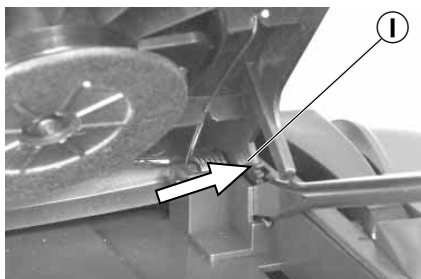
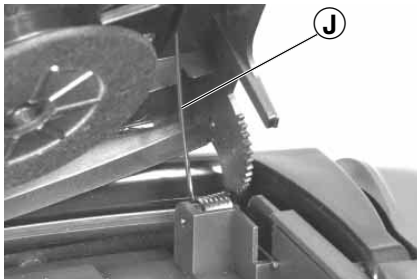

Fig. 6
Fig. 7
- Rechtes Deckelscharnier **I** mit einem Schraubendreher nach außen drücken (Fig. 6) und Deckel ausrasten (Fig. 7), achten Sie dabei auf die Deckelfeder **J**.
- Press the right hinge of the lid **I** outwards with a screwdriver (Fig. 6) and disengage the lid (Fig. 7); take care of the lid spring **J**.